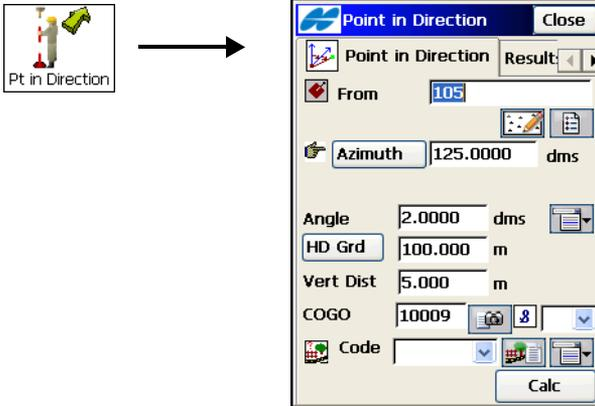

Abbildung 10-4. Berechnen von Polarpunkten
1. Geben Sie im Fenster ***Punkt in Richtung*** (Abbildung 10-4) den Startpunkt (bekannter Punkt), die Richtung (als Azimut oder Richtung zu einem weiteren bekannten Punkt), den Drehwinkel vom Azimut, die Strecke längs der Drehwinkellinie und den Höhenunterschied ein. Vergeben Sie auch einen Namen und einen Code für den Ergebnispunkt (in Richtung des gewählten Azimuts/Drehwinkels).